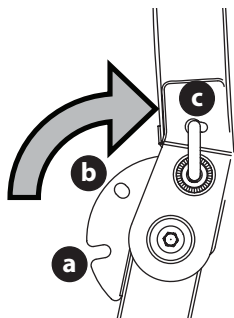

Figura 5
- Mueva el ROPS a la posición deseada (Figura 5).
**NOTA:** las tres posiciones son posición TRANSPORTE (a), posición TRANSPORTE CON EMBOLSADORA (b) y posición OPERACIÓN (c) (Figura 5).